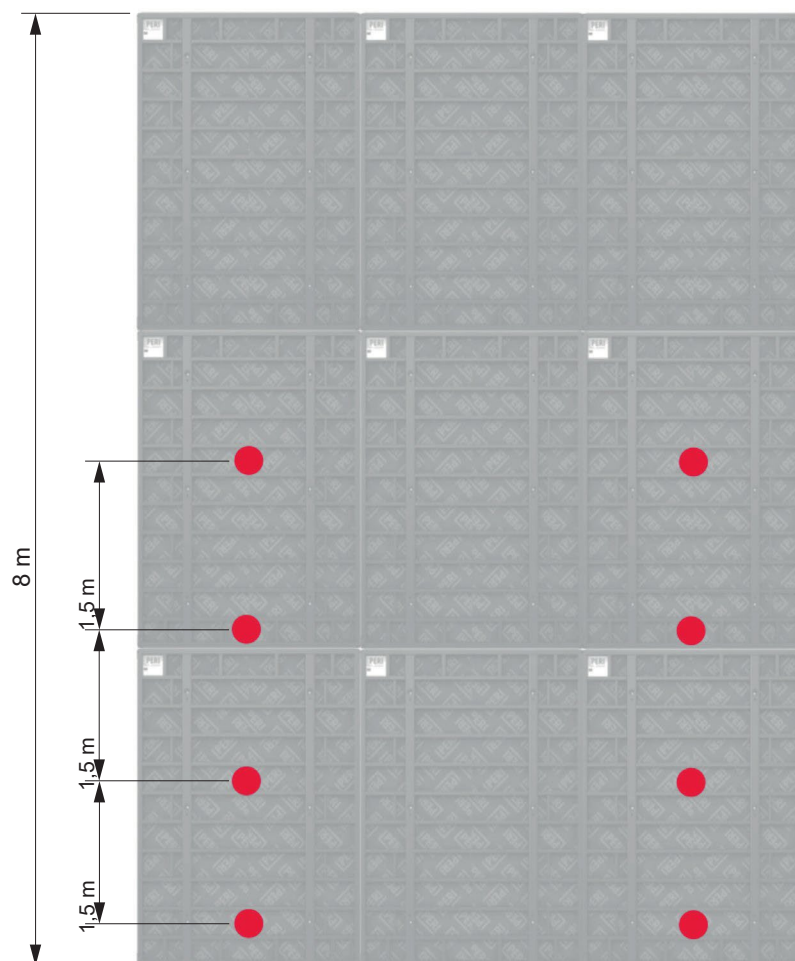

Fig. 08 Esempio di posizionamento dei sensori nella cassaforma
1. Definire e contrassegnare le posizioni dei sensori. (Fig. 08)